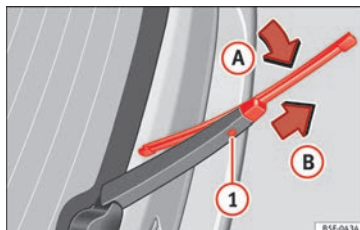

Fig. 201 Substituição da escova do vidro traseiro.
- Rode ligeiramente a escova » **Fig. 201** (seta **A**).